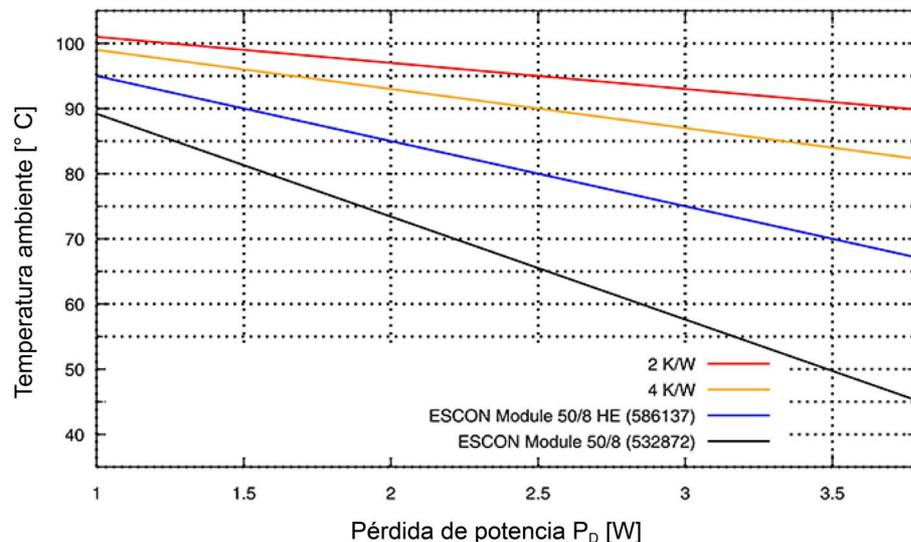

Figura 2-2 Derating temperatura ambiente / cuerpo refrigerante necesario
Rango ampliado ^{*1)}	6000...10 000 m MSL Derating: Temperatura ambiente (→Figura 2-2) menos 11 °C
- 3) **→Figura 2-2**